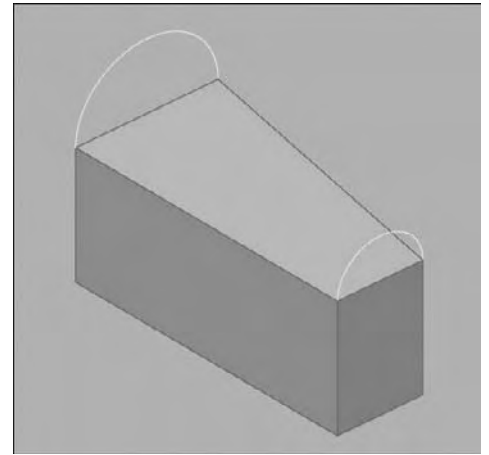

Fig.5.7
- 5 Faites de même pour la face arrière (fig.5.7).